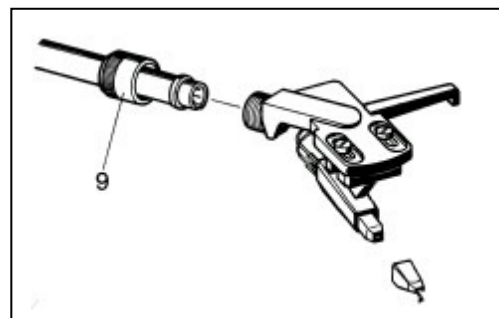

Fig. 7
Desserrez pour cela l'écrou conique (9) qui se trouve derrière le support de système. Tirez le support vers l'avant (Fig. 7). Retirez les deux vis de blocage et enlevez avec précaution les cordons de raccordement de la cellule à l'aide d'une pincette. Vissez légèrement la nouvelle cellule et enfoncez les cordons de raccordement dans les prises, en taisant attention aux codes couleur.
La pointe de lecture se détériore à l'usage C'est pourquoi il est recommandé de contrôler régulièrement la pointe après environ 500 heures d'utilisation. L'utilisation de pointes usées ou abîmées peut endommager vos disques. Afin de pouvoir utiliser les disques en gomme-laque (78 t/mn) de façon idéale, il faut remplacer la pointe par une pointe pour gomme-laque (Fig. 7). Veuillez-vous renseigner auprès de votre spécialiste.